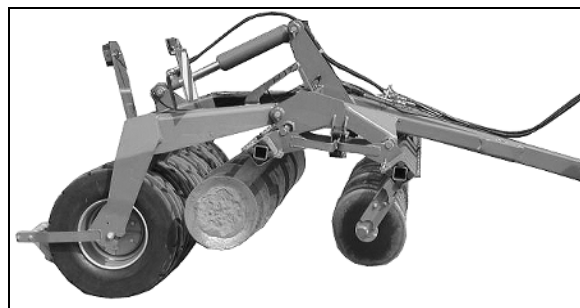

Fig. 29
- Relevez complètement les deux rangées de disques (Fig. 29).